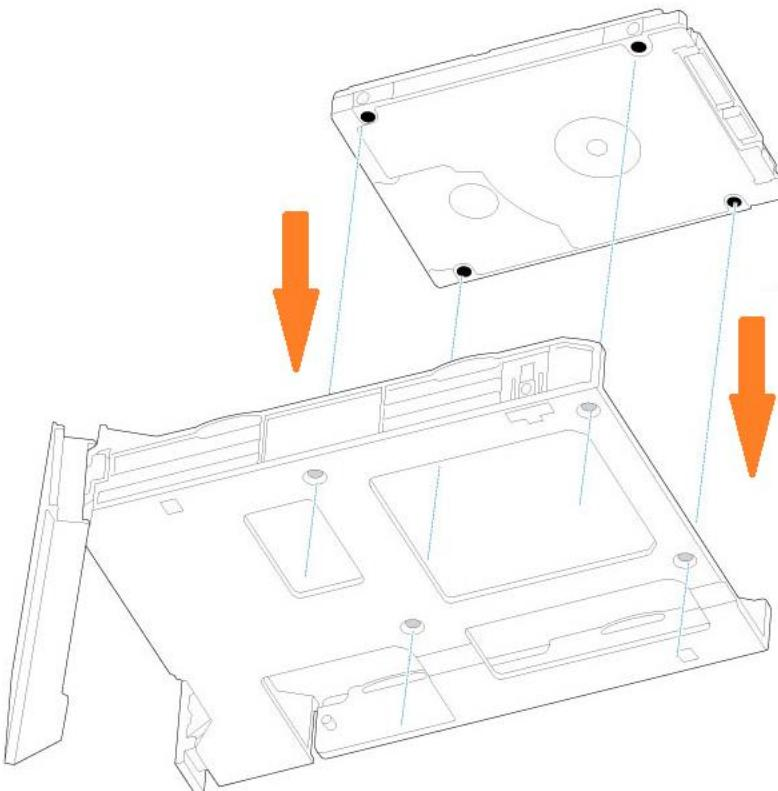

Рисунок 155 - Совмещение отверстия для винтов
- 4.5) Совместить отверстия для винтов на лотке жестких дисков с отверстиями для винтов внизу 2,5-дюймового жесткого диска или твердотельного накопителя (см. Рисунок 155).